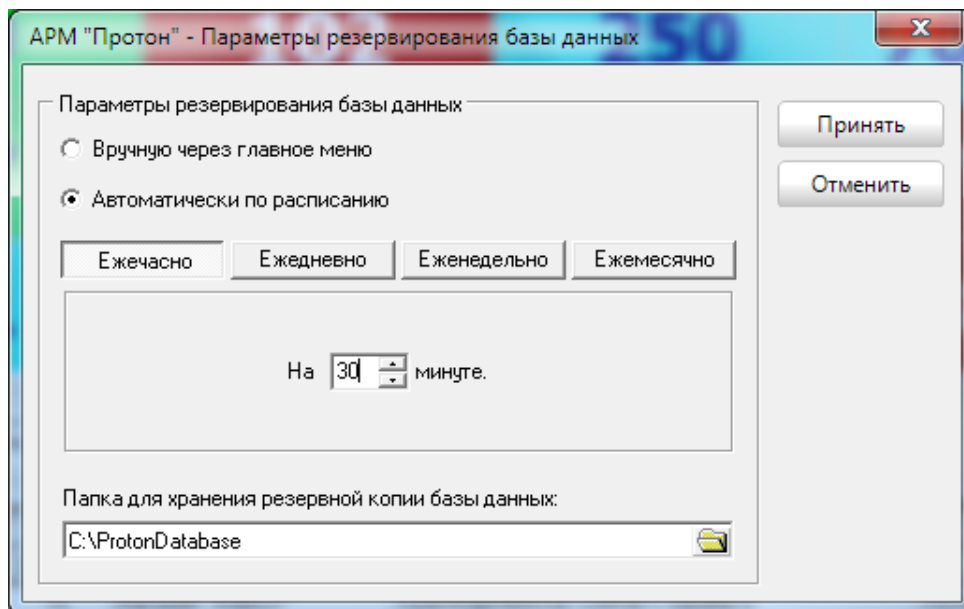

Рисунок 43
- ежечасно на определённой минуте (Рисунок 43),